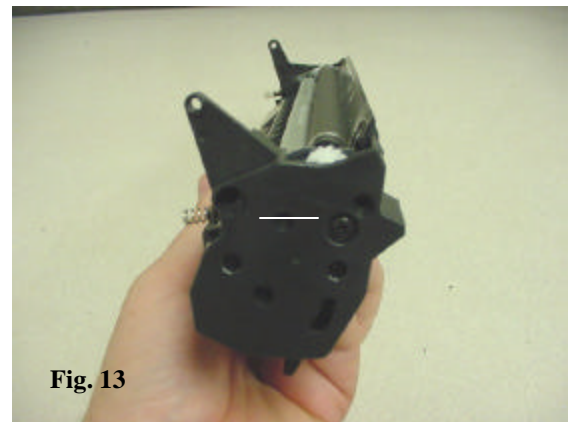

Fig. 13
10. Remueva un tornillo de la tapa de atrás del **toner hopper gear** (Fig. 13).